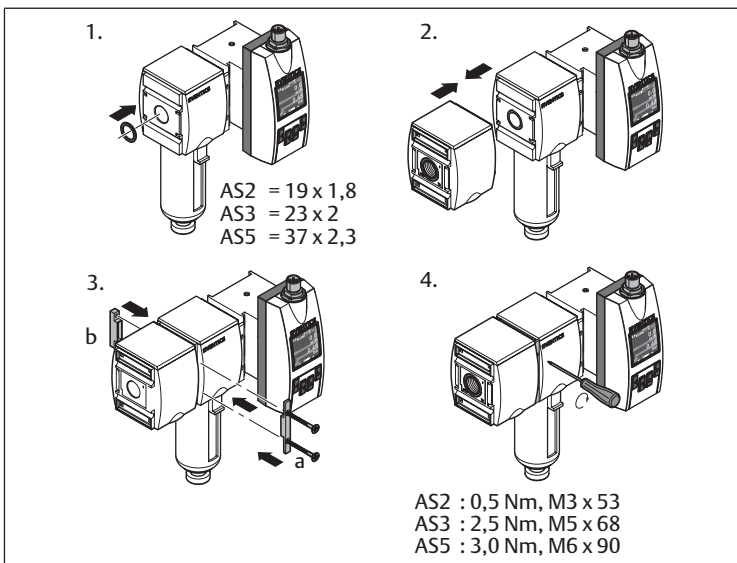

Abb. 6: Montage mit Verblockungssatz | W04
- Montage mit Verblockungssatz und Wartungseinheit: siehe → Abb. 6.